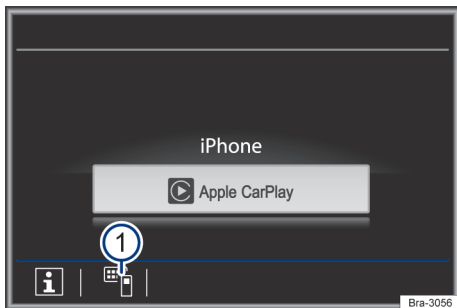

Fig. 116 Elección del dispositivo móvil.
- Tocar en el botón de función → fig. 116 ① para desconectar la conexión activa.